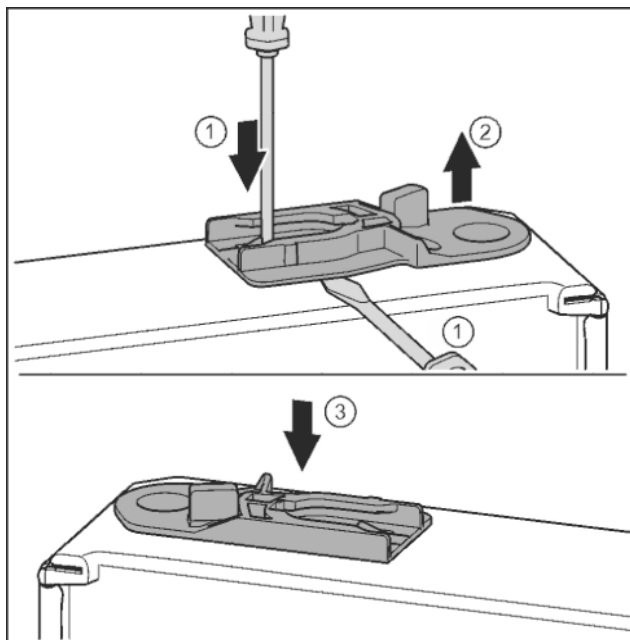

Fig. 29
- ▶ Извлечь направляющее гнездо: нажать накладку шлицевой отверткой и одновременно переместить ее шлицевой отверткой под направляющее гнездо. *Fig. 29 (1, 2)*
- ▶ Прилагаемое при поставке направляющее гнездо вставить на другой стороне корпуса. *Fig. 29 (3)*